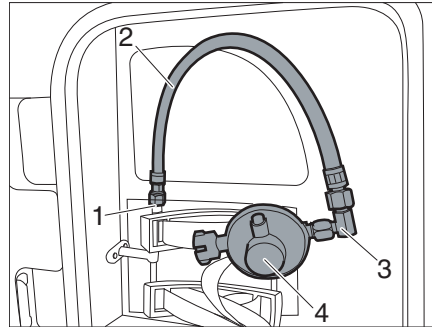

Bild 28 Gasschlauch mit Gasdruckregler
- Winkelstück (Bild 28,3) an Gasschlauch (Bild 28,2) schrauben.
- Gasdruckregler (Bild 28,4) auf Winkelstück schrauben.
- Gasschlauch (Bild 28,2) mit Gasdruckregler an Stutzen (Bild 28,1) schrauben.